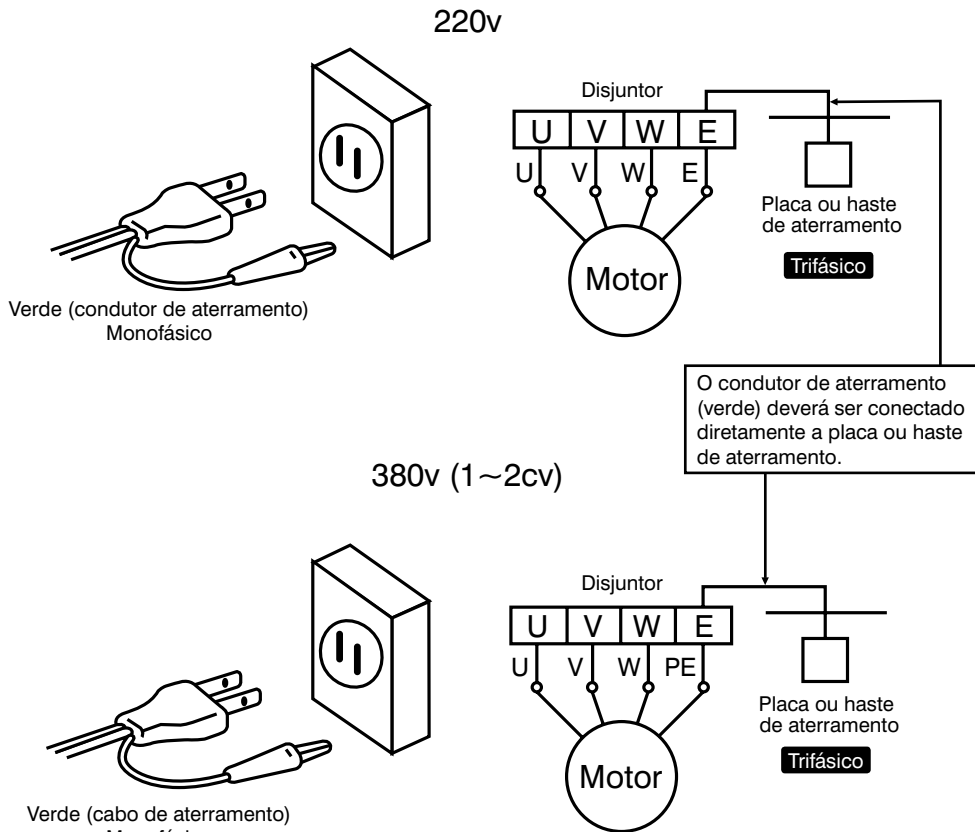

Fig. 5
- (1) Faça a instalação conforme indicado pelo sistema de partida apropriado como mostrado na Fig. 5.
- (2) Conexões soltas farão a bomba parar. Certifique-se de que todas as conexões elétricas estejam bem fixadas.